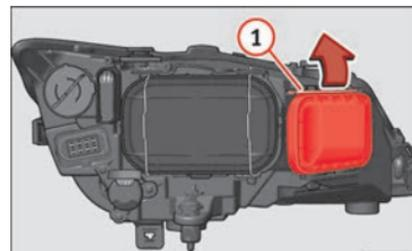

Fig. 208 Lámpara de luz intermitente.
- Desplace el tirante **» fig. 208 1** en el sentido de la flecha y saque la tapa.